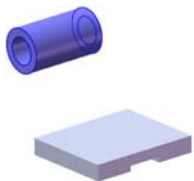
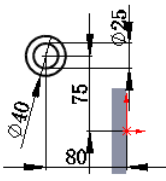

图 3.32.6 拉伸 3
图 3.32.7 横断面草图
Step4. 创建图 3.32.6 所示的零件特征——拉伸 3。选取右视基准面作为草图基准面，绘制图 3.32.7 所示的横断面草图，采用系统默认的拉伸深度方向，在  区域的下拉列表中选择  选项，输入深度值 70.0。